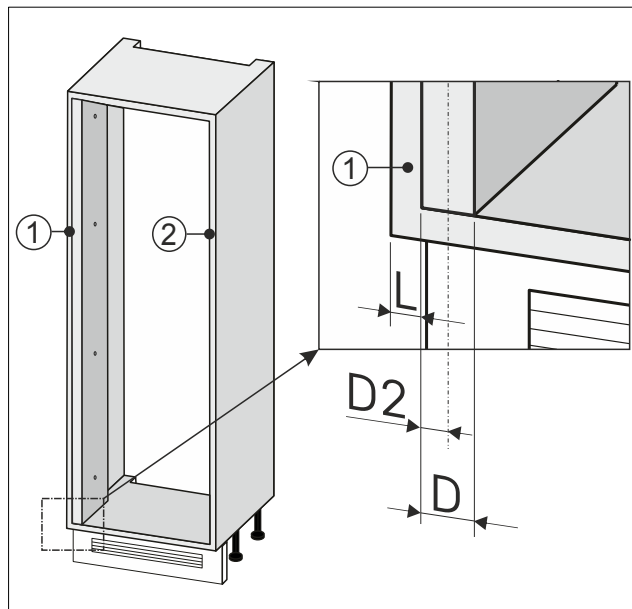

Fig. 94
- Запишіть половину ширини Fig. 94 (D2) рівняльника стіни.